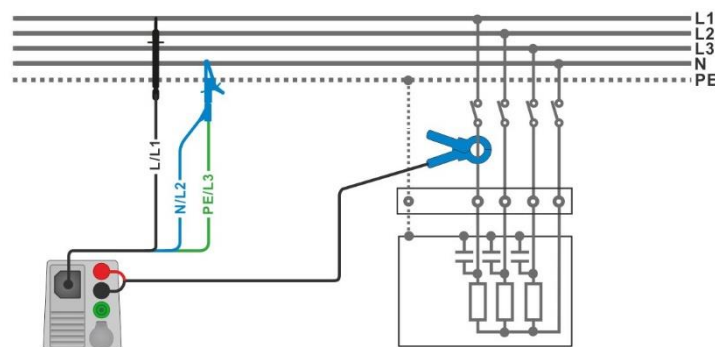

Abbildung 7.25: Leistungsmessung
- › Schließen Sie den 3-Leiter Prüfadapter und die Stromzange am Prüfling an (siehe **Abbildung 7.25**).